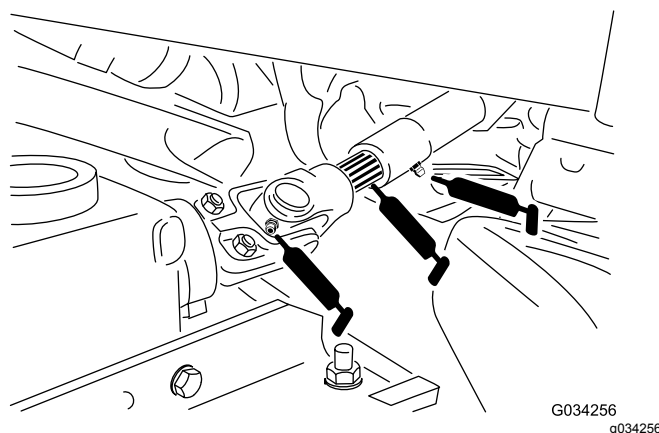

Figure 36
- Arbre à cardan de PDF (Figure 36)